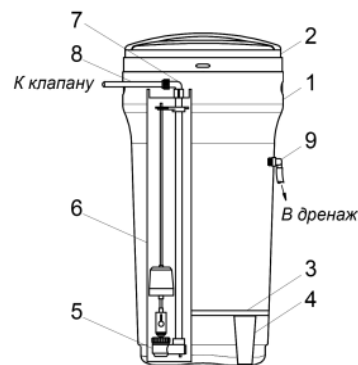

Рис.2
7.6 В состав реагентного бака входят следующие элементы (Рисунок 2):
- корпус (1);
- крышка (2);
- подставка с отверстиями (3);
- опоры для подставки (4)
- поплавковый клапан (5);
- защитная шахта с крышкой (6);
- угловая муфта (7);
- гибкий шланг (8) для присоединения бака к управляющему клапану;
- переливной уголок (9).